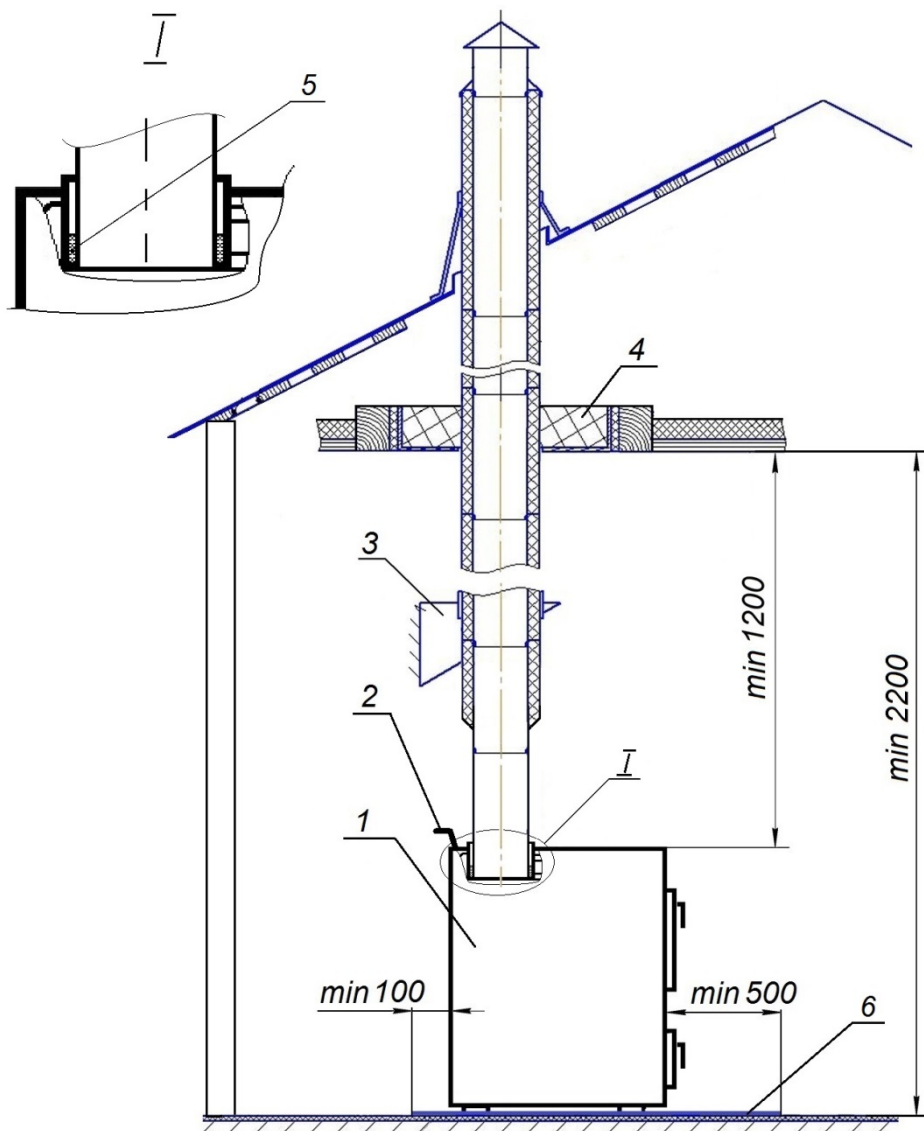

Рисунок 3. Схема монтажа печи и дымовой трубы.
- 4.8. Печь должна быть разгружена от веса дымовой трубы (*поз.3 на рис.3*).